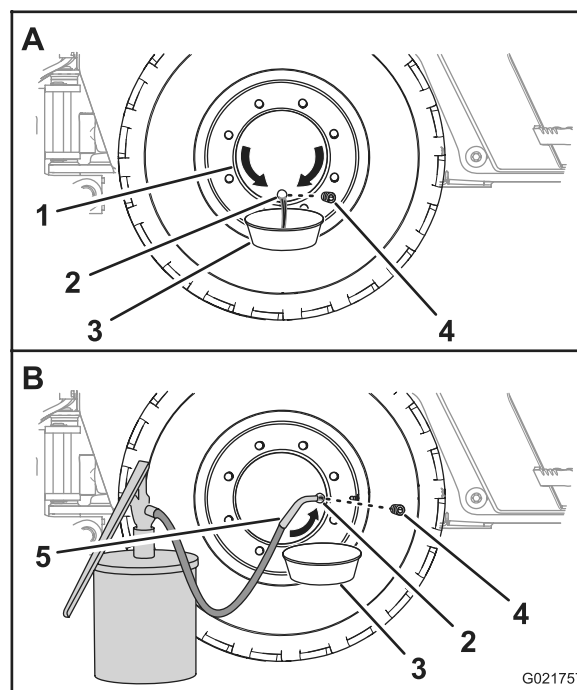

Рисунок 90
1. Переместите машину вперед или назад так, чтобы пробка маслозаливного отверстия ступицы колеса находилась в положении на «6 часов» (Рисунок 90).
2. Подставьте сливной поддон под сливное отверстие ступицы колеса (Рисунок 90).
3. Отверните пробку и слейте масло из планетарного редуктора (Рисунок 90).
5. Переместите машину вперед или назад так, чтобы пробка ступицы колеса находилась в положении на «3 часа» или «9 часов» (Рисунок 90).